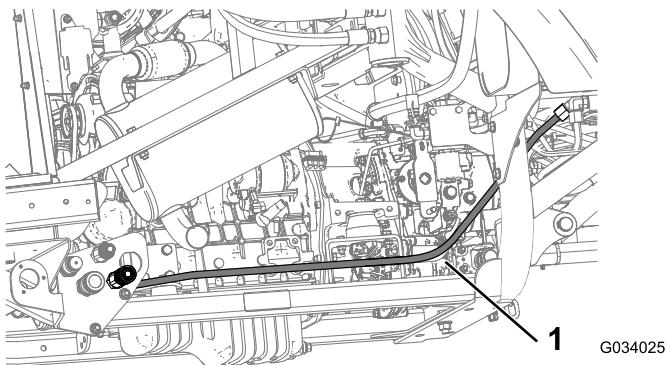

図 24
4. 45° フィッティングからの油圧ホースFを、バルクヘッドアセンブリのクイックカップリングフィッティング 1/2 x 1/2 インチ、メスにあるバルクヘッドユニオン 2.57 インチに図 24のように取り付ける。